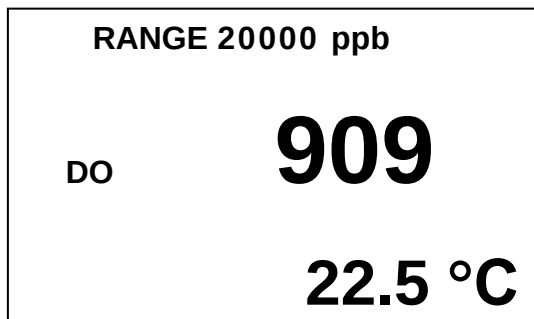

图 Figure 1.6
- 单通道 (A 或 B) 测量模式屏幕显示如图 Figure 1.6;